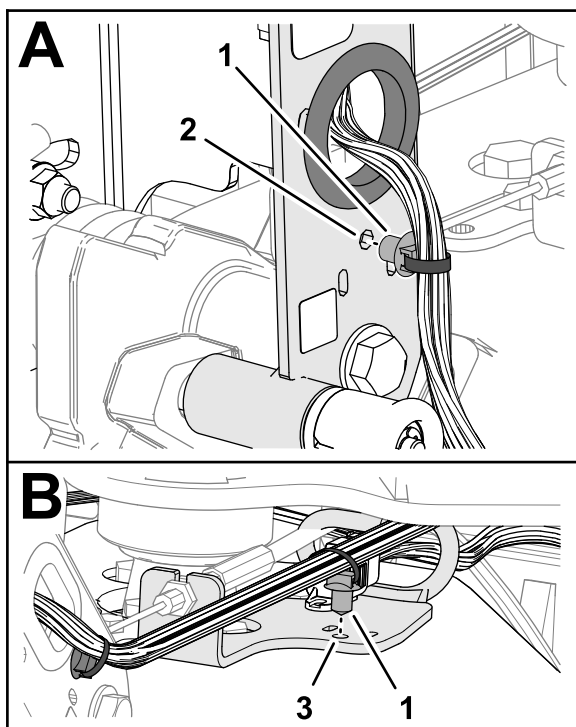

Figura 10
4. Inserite l'ancoraggio a spinta del cablaggio preassemblato della macchina nel foro del canale della maniglia (**Figura 10**).